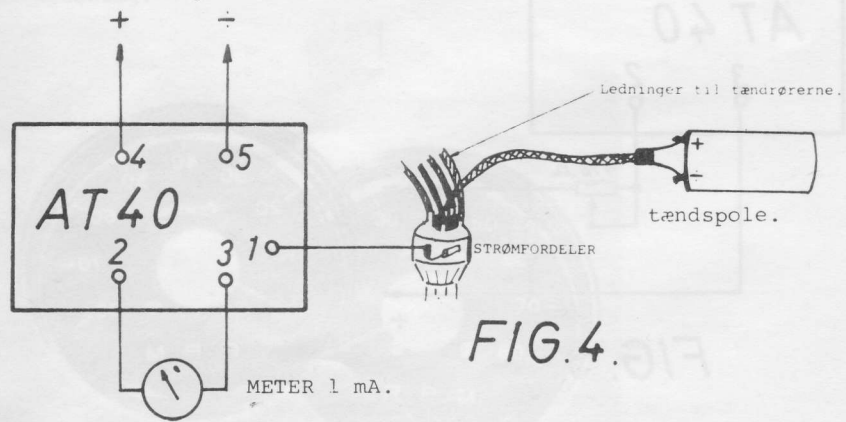

FIG. 4.
På Fig.4 vises forbindelserne til AT 40 koblet på et almindeligt tændingsanlæg.
7. Omdrejningstæller AT 40 er nu klar til brug, og kan anvendes som vist på Fig.3 og Fig.4.